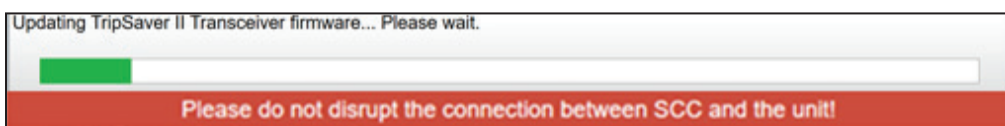

Figura 5. Barra de progresso da atualização do firmware.
- Atualiza o firmware (Ver Figura 5);